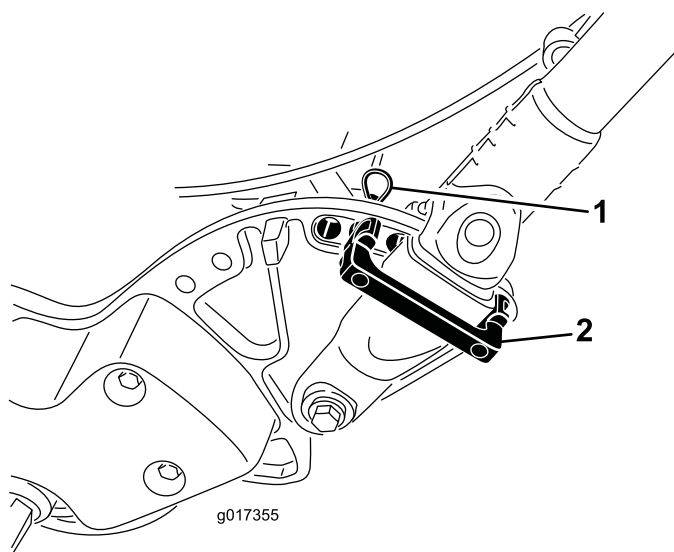

Figure 32
1. Retirez les goupilles fendues des retenues du guidon de chaque côté de la machine (Figure 32).
2. Soutenez le guidon, retirez les goupilles fendues de chaque côté et faites pivoter le guidon à la position voulue (Figure 32).